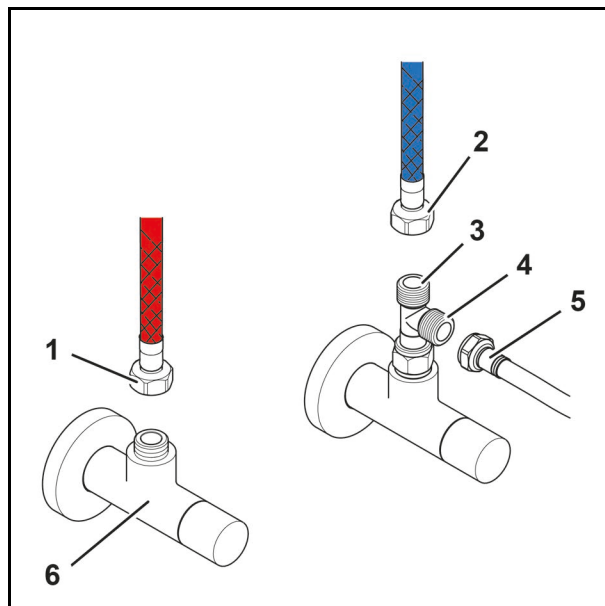

Abb. 12
2. Schließen Sie die Warmwasserleitung (Abb. 12/1) der Armatur am Eckventil (Abb. 12/6) an.
3. Schließen Sie die Kaltwasserleitung (Abb. 12/2) der Armatur an den oberen Anschluss (Abb. 12/3) des T-Stücks an.
4. Schließen Sie die Kaltwasserleitung (Abb. 12/5) des Untertischgeräts an den unteren Anschluss (Abb. 12/4) des T-Stücks an.